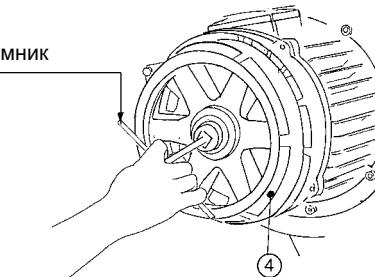

Рис. 18
**Демонтаж и монтаж:** проверить, чтобы не было подвешенного груза, отвинтить винты поз. 1 (Рис. 16), снять колпак тормоза поз. 2 (Рис. 16), снять регулировочную решетку тормоза поз. 3 (Рис. 16) с помощью специального ключа (Рис. 17). С помощью съемника снять вентилятор тормоза поз. 4 (Рис. 18). Установить новый вентилятор, подталкивая его вперед с помощью свинцовой киянки, установить на место колпак тормоза поз. 2 (Рис. 16) и винты поз. 1 (Рис. 16), после этого приступить к регулировке, как указано в разделе “Регулировка вентилятора тормоза” на стр. 65.